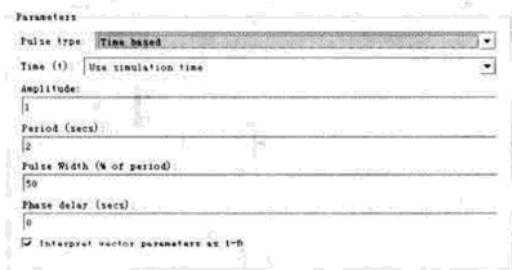

图 6.16 Pulse Generator 模块参数设置
(2) 设定参数。
- 双击 Pulse Generator 模块, 在弹出的对话框中设置参数, 如图 6.16 所示, Amplitude 为 1, Period 为 5, Pulse Width 为 50, Phase delay 为 0, 然后单击 OK 按钮。